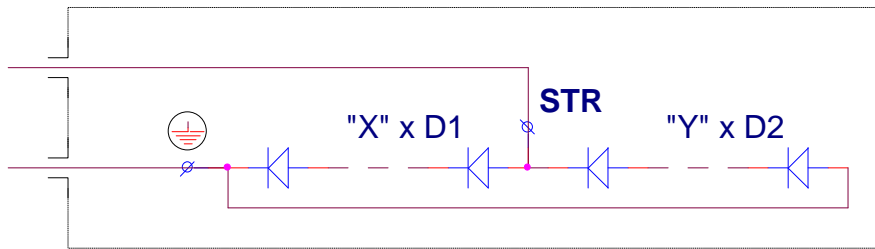

Bild 1
Eine einzelne Diode verfügt über eine asymmetrische Strom-Spannungscharakteristik. In Sperrichtung wird der Stromfluss bis zu einer Spannung ( $V_{RRM}$ ) von mehreren hundert Volt verhindert. In Durchlassrichtung kann ein Strom fließen, sobald die Schwellenspannung ( $U_S$ ) im Bereich von einigen hundert mV überschritten wird. Eine einzelne Diode kann demzufolge nicht als Abgrenzeinheit verwendet werden, da in Sperrichtung das Auftreten von gefährlichen Berührungsspannungen nicht verhindert werden kann. Indem aber mindestens zwei Dioden antiparallel geschaltet werden, wird die Sperrcharakteristik der Diode umgangen (Bild 1). Unabhängig von der Flussrichtung wird der Strom nun lediglich durch die Schwellenspannung von einigen hundert mV unterbunden.
In vielen praktischen Anwendungen sind die Potenzialdifferenzen zwischen den getrennten Strukturen grösser als die Schwellenspannung einer einzelnen Diode. Es ist daher üblicherweise notwendig durch Serie Schaltung der Dioden entsprechend Bild 1 die Schwellenspannung der Abgrenzeinheit (AGE) zu erhöhen. Die Schwellenspannung ergibt sich aus der Anzahl (X und Y in Bild 1) der Dioden multipliziert mit der Schwellenspannung der einzelnen Diode gemäß Gleichung (1) wie folgt:
Wenn die Potenzialdifferenzen zwischen den getrennten Strukturen bekannt und zeitlich konstant sind, kann es ausreichend sein, sogenannte asymmetrische Konfigurationen zu verwenden. In diesem Fall werden in die gewollte Sperrichtung mehrere Dioden in Serie geschaltet. In die entgegengesetzte Richtung wird lediglich einen einzelne oder eine geringere Anzahl Dioden Y eingesetzt (Bild 1). Bei den asymmetrischen Dioden ist zu beachten, dass es bei einem Wechselstromfluss über die Abgrenzeinheit zu einer Polarisierung der beiden getrennten Strukturen kommt. Dies kann verhindert werden, indem parallel zur Diodenabgrenzeinheit ein Kondensator geschaltet wird.